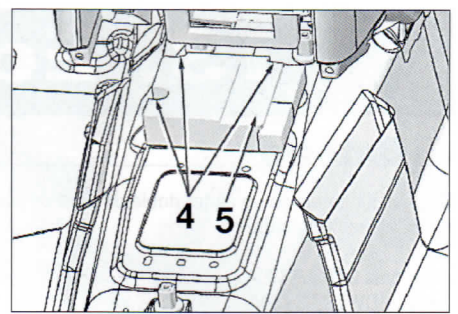

FIG. 26
Desmontar las 3 tuercas (4) y el calculador (5) (fig. 26)